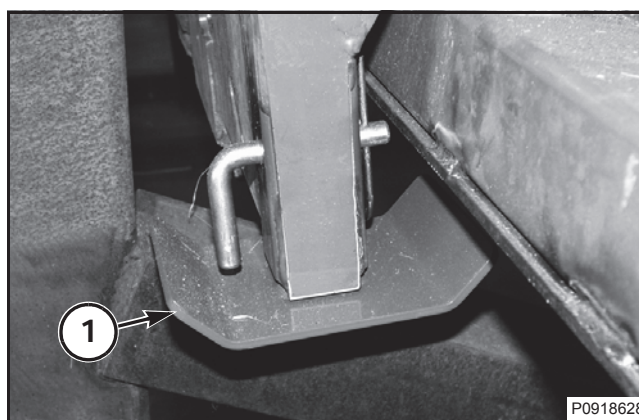

FIG. 4
FIG. 4: Los caballetes de estacionamiento (1) están localizados en los lados derecho e izquierdo de la interfaz de la plataforma. Los caballetes de estacionamiento son utilizados para soportar la plataforma, en el momento de su desconexión de la cosechadora.